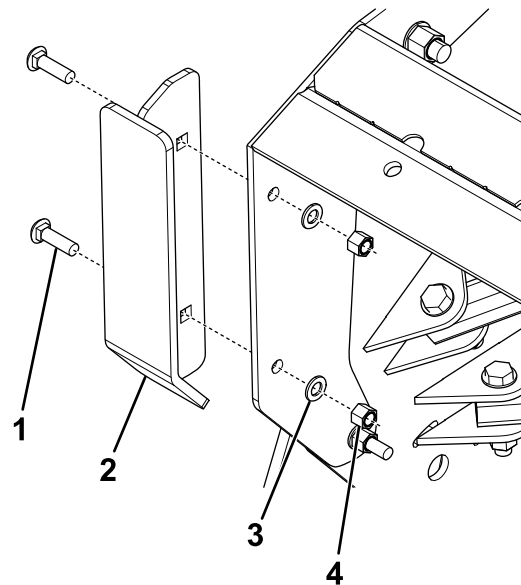

Figura 5
6. Sujete las zapatas de la pala a las secciones de cuchilla con 2 pernos (1/2" x 1 3/4"), 2 arandelas (1/2"), y 2 contratuercas (1/2"), como se muestra en la Figura 5.